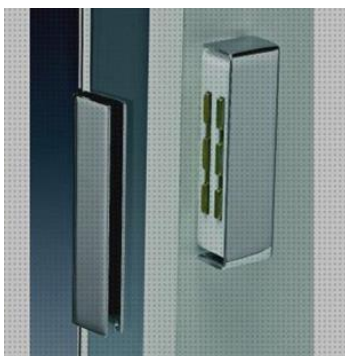

Figura No.1
- En puertas corredizas con cabezal electro mecánico se instalará teniendo en cuenta la figura No.1